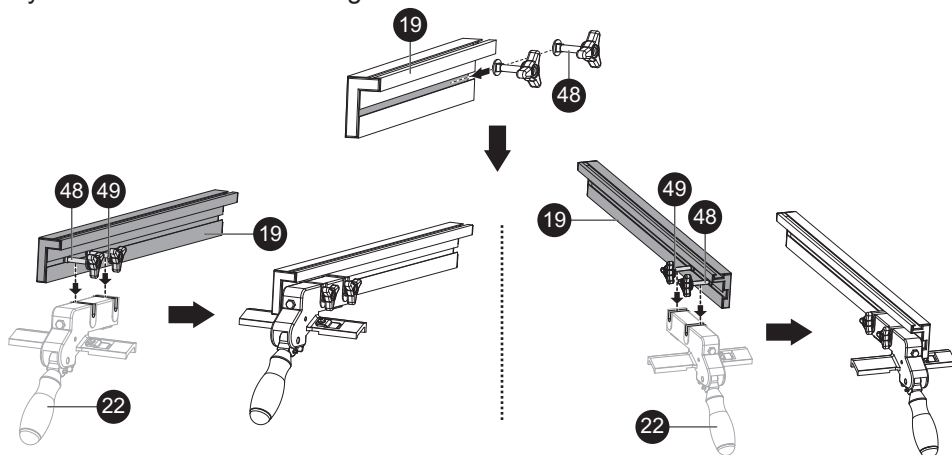

Fig. 4c
- > Deslice los dos tornillos moleteados [48] en la ranura de la guía paralela. Gire la perilla de bloqueo en sentido horario para apretar la palanca de bloqueo de la guía paralela [22] en la guía paralela de corte [19] con las arandelas planas [49] y los tornillos moleteados [48]. La palanca de bloqueo de la guía paralela [22] puede ser montada a la izquierda o a la derecha de la guía paralela [19] tal y como se muestra en la Fig. 4c.